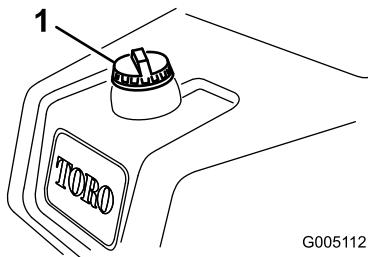

Figura 23
1. Pulite attorno al tappo del serbatoio del carburante (Figura 23).